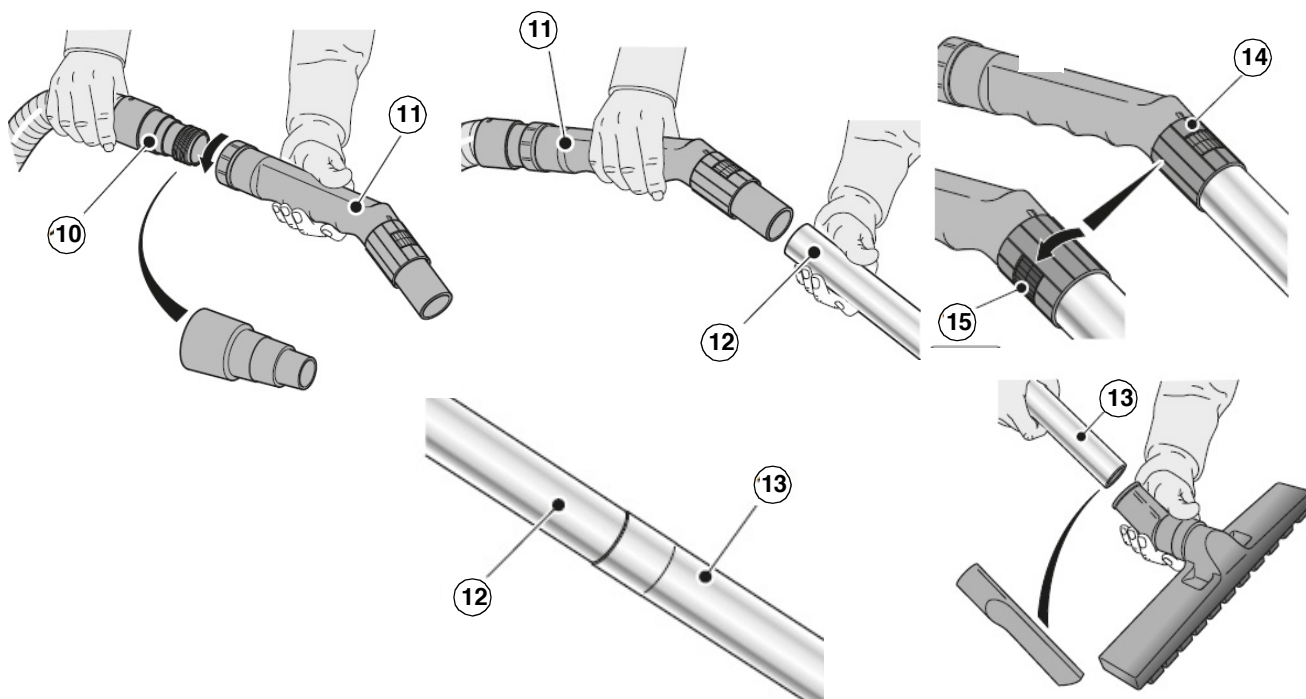

Abb. 5-2: Vorbereitung
- Den Griff (Pos. 11, Abb. 5-2) festschrauben und mit dem Schlauch (Pos. 10, Abb. 5-2) verbinden.
- Die Verlängerung (Pos. 12, Abb. 5-2) mit dem Griff (Pos. 11, Abb. 5-2) verbinden.
- Verbinden Sie die beiden festen Verlängerungen (Pos. 12-13, Abb. 5-2).
- Auf der Verlängerung (Pos.13, Abb. 5-2) das gewünschte Zubehörteil (Absaugdüse, Pinselbürste, lange Düse usw.) befestigen (Abb. 5-2 rechts).
- Mit dem ergonomischen Griff kann die Absaugleistung über den Drehknopf (Pos.14, Abb. 5-2) eingestellt werden.
Den Drehknopf am Fenster (Pos.15, Abb. 5-2) drehen, um die Saugwirkung zu verringern.
- Zusätzlich kann die Reduziermuffe auf den Schlauch montiert werden (Pos.10, Abb. 5-2).